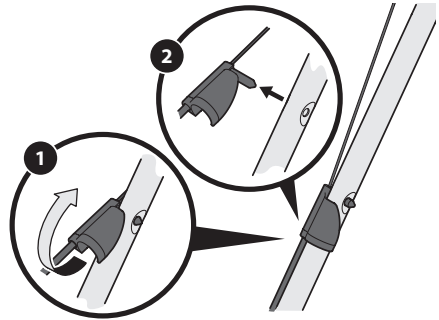

Figura 39
1. Rote hacia arriba el accesorio del cable de la transmisión en la manija superior izquierda (Figura 39).